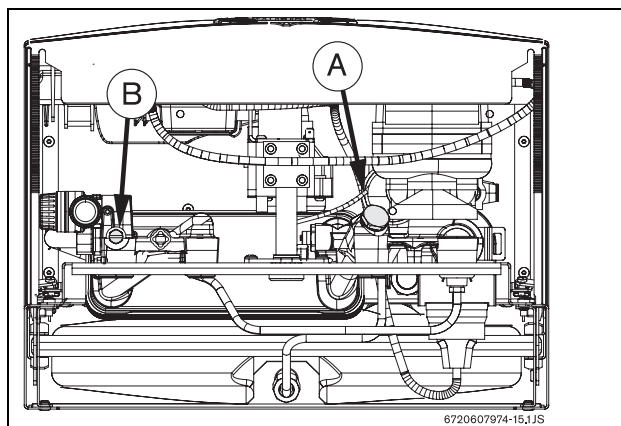

Fig. 34
- ▶ Desapertar o tampão (Fig. 34, Pos. A).
- ▶ Desaparafusar o parafuso de purga (Fig. 34, Pos. B).